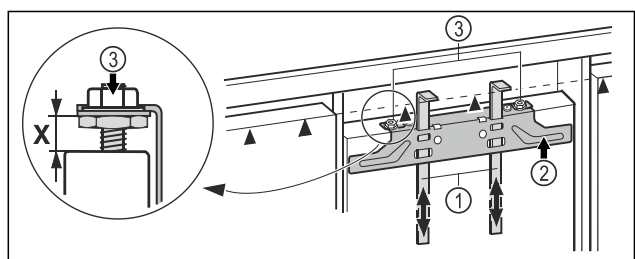

Fig. 16
- ▶ Montagehilfen Fig. 16 (1) auf Möbeltürhöhe hochschieben. Untere Anschlagkante ▲ der Montagehilfe = Oberkante der zu montierenden Möbeltür.
- ▶ Befestigungstraverse Fig. 16 (2) über die Kontermuttern Fig. 16 (3) abschrauben.